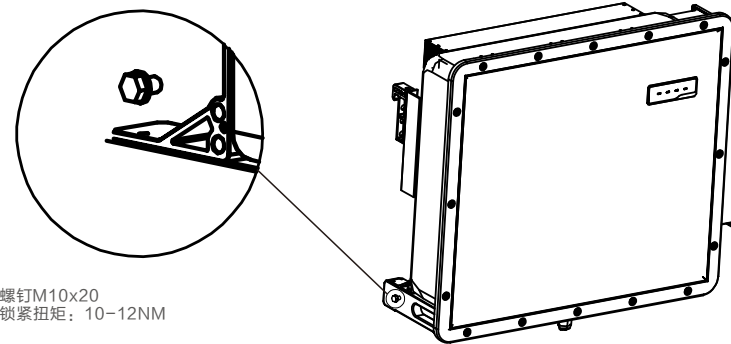

图3.11 固定线缆
6. 将接地线连接到散热器上的接地点，并拧紧接地螺栓，扭矩为10-12Nm（参见图3.11）。